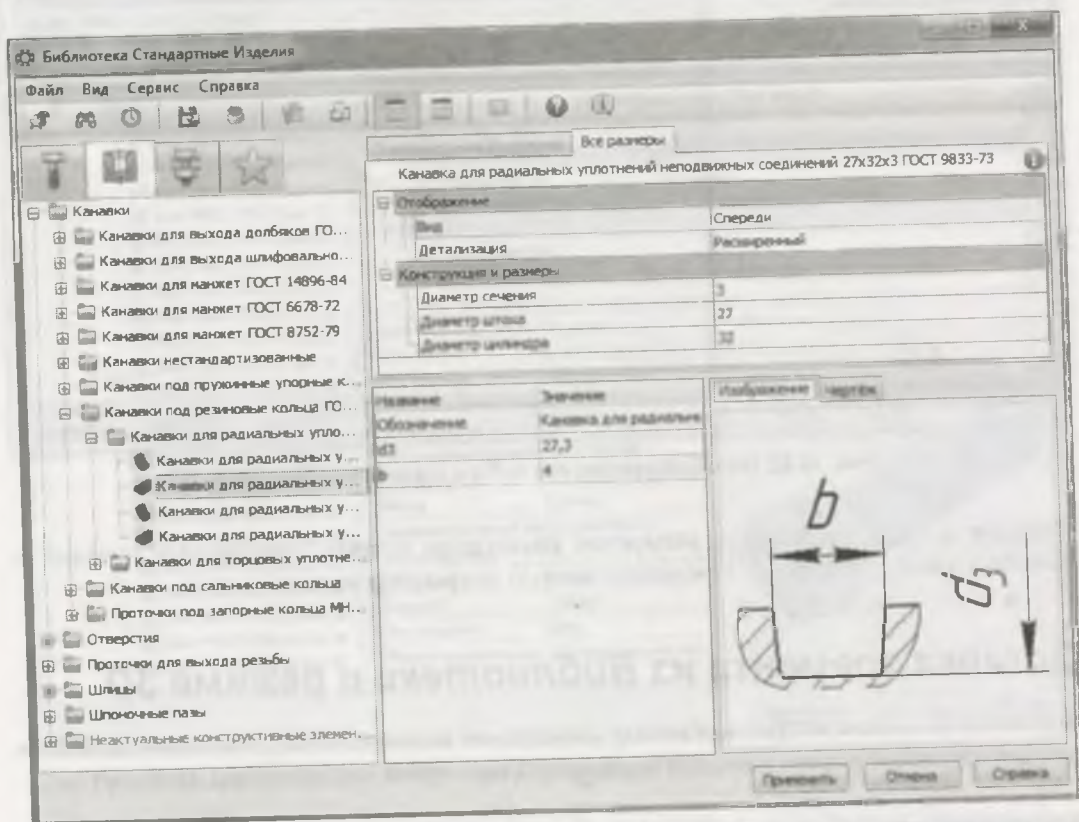

Рис. 30.21. Окно Библиотеки при выборе канавки для уплотнения
- ◆ в Области навигации нажмите на знаки "плюс" в разделе **Канавки** ► **Канавки под резиновые кольца** ► **Канавки для радиальных уплотнений неподвижных соединений**. В Области свойств (рис. 30.21) откроется панель параметров для ввода: